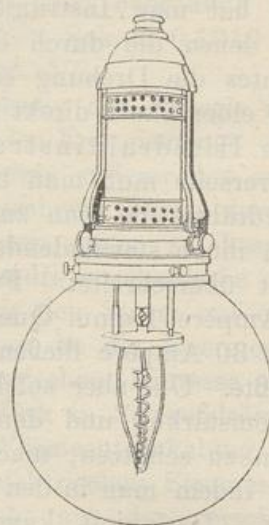

Fig. 194.
findet. Da dieser Glühkörper an der Luft nicht verbrennt, braucht er auch nicht in eine luftleere Hülle eingeschlossen zu werden, sondern wird nur mit einer Glasglocke als Schutzhülle umgeben. Aber das Material dieser Glühstäbchen hat die unbequeme Eigenschaft, daß es im kalten Zustande ein Isolator ist, und nur in heißem Zustande den Strom durchläßt. Die Lampen bedürfen daher, damit sie anbrennen, eines Vorwärmers. Bei der in Fig. 194 abgebildeten Form der Nernstlampe geht der Strom zunächst durch die mit feinem Draht umwickelte Spirale; diese erglüht und erwärmt das in ihrer Mitte angebrachte eigentliche Glühstäbchen, das nach kurzer Zeit (20 Sekunden) glühend und dadurch leitend wird und nun vom Strom zu heller Weißglut erhitzt wird. Im Oberteil der Lampe ist eine Vorrichtung nach Art eines Relais (248) angebracht, die den Strom in der Erwärmungsspirale in dem Augenblicke ausschaltet, in dem der Glühkörper leitend wird. Bei der abgebildeten Form der Nernstlampe geht bei 110 Volt ein Strom von 0,9 Ampère durch das Glühstäbchen und erzeugt eine Helligkeit von 65 Normalkerzen. Der für Erzeugung der Helligkeitseinheit erforderliche Wattverbrauch ist daher für die Nernstlampe nur halb so groß (1,6 Watt für die Normalkerze) wie für die Glühlampe mit Kohlefaden.